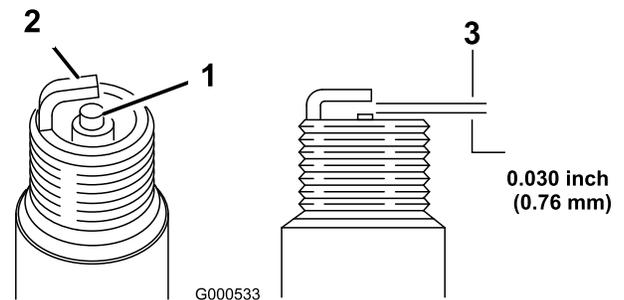

Bild 34
1. Sehen Sie sich die Mitte der Zündkerze an (Bild 34). Wenn der Kerzenstein hellbraun oder grau ist, ist
2. Prüfen Sie den Abstand zwischen der mittleren und seitlichen Elektrode mit einer Fühlerlehre (Bild 34). Verbiegen Sie die seitliche Elektrode (Bild 34), wenn der Abstand nicht stimmt.